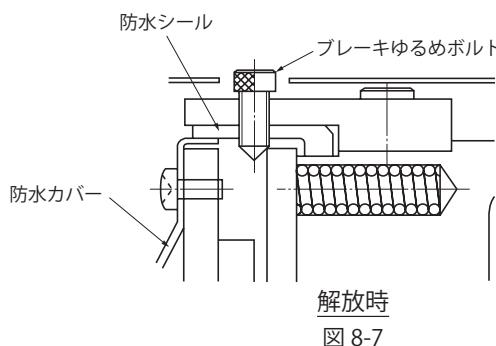

図 8-7
- (1)対角 2ヶ所のブレーキゆるめボルトを一旦外し、手動解放防止用スペーサを取り除いた後、再度ボルトを六角スパナでねじ込んでいくとブレーキは解放されます。この時ブレーキゆるめボルトを回し過ぎないようにしてください。(ブレーキが解放されたか確認しながらブレーキゆるめボルトを回してください。) (図 8-7、8-8 参照)